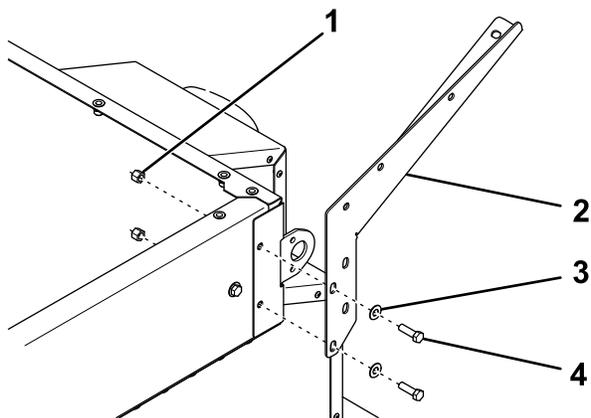

Figure 2
3. Fixez une plaque latérale à chaque angle de la trémie à l'aide de 2 boulons, rondelles et contre-écrous (Figure 2).